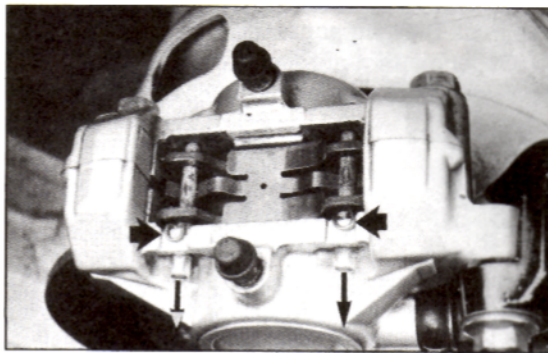

Bild 59
- Zum **Austausch der Beläge** Sicherungssplinte der Belagstifte entfernen, siehe Bild 59, und Belagstifte mit Zange herausziehen.